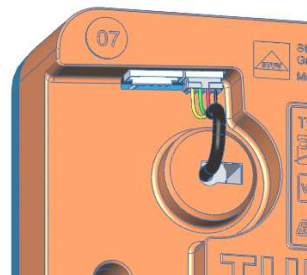

Bild 10
7. Führen Sie das Kabel durch das Schloss (Bild 10).
10. Stecken Sie das Verbindungskabel in den rechten Stecker (4-polig) (Bild 10)